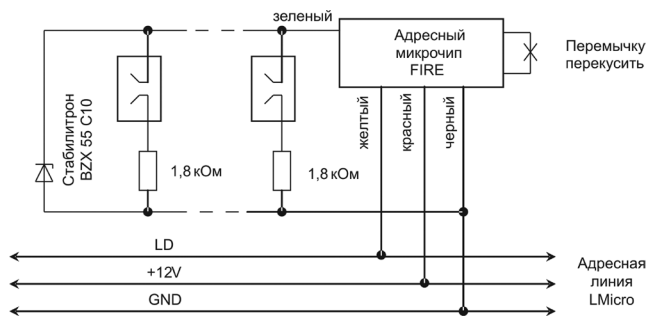

Рисунок 5. Схема подключения пожарных тепловых извещателей с нормально разомкнутыми контактами
- В случае использования пожарных тепловых извещателей с нормально разомкнутыми контактами используйте оконечный стабилитрон ВZХ55С10 или аналогичный. Для каждого извещателя - дополнительный резистор С2-33Н-0,25-1,8 кОм+5% или его аналог (Рисунок 5).